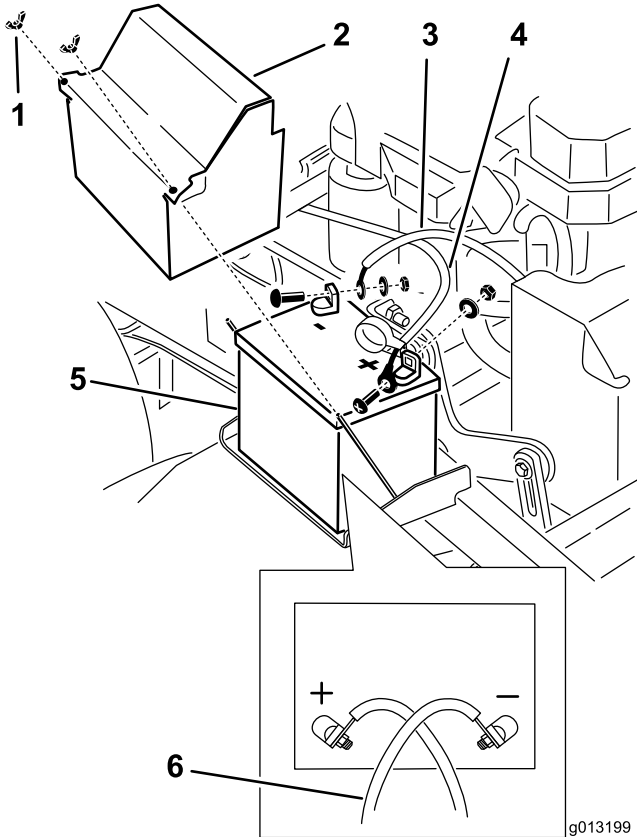

Figura 53
3. Desconecte el cable negativo del borne negativo (-) de la batería (Figura 53).
4. Retire la cubierta de goma roja del borne positivo (rojo) de la batería. Luego retire el cable positivo (rojo) de la batería (Figura 53).
5. Retire la pletina de sujeción de la batería (Figura 53), y retire ésta.
1. Coloque la batería en la máquina (Figura 53).
y un perno (Figura 53). Deslice la cubierta de goma sobre el borne.
4. Luego conecte el cable negativo y el cable de tierra al borne negativo (-) de la batería con una tuerca, una arandela y un perno (Figura 53).
Nota: Los cables de la batería se cruzan cuando están correctamente instalados (Figura 53).